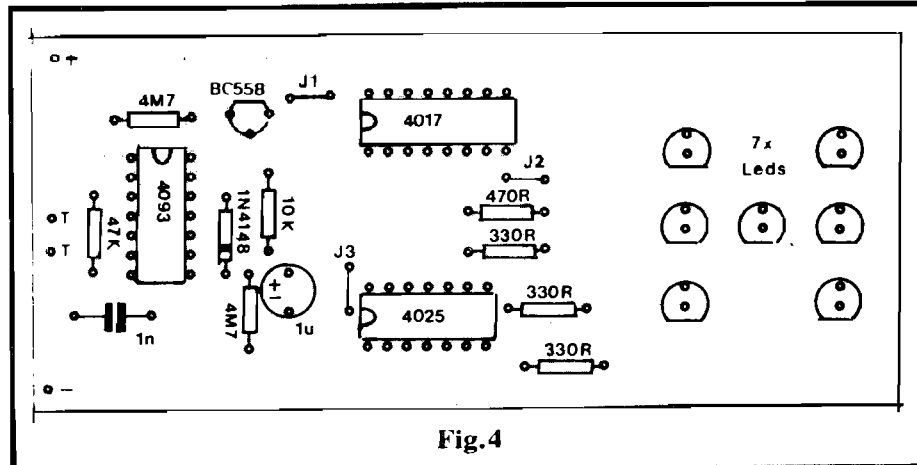

Fig.4
- FIG. 4 - "CHAPEADO" DA MONTAGEM - Agora a placa é vista pelo lado não cobreado, enfatizando-se posições, valores, códigos, polaridades e outras identificações de **todos** os componentes... Muitos deles têm posição única e certa para inserção à placa: os Integrados (notar a posição das suas extremidades marcadas...), o transistor (referenciar o posicionamento pelo lado "chato" da peça...), o diodo (observar a extremidade marcada com um anel ou faixa...), os LEDs (rever fig. 3 e observar o posicionamento do chanfro de **catodo**...) e o capacitor eletrolítico (atenção à polaridade, indicada no "chapeado" e também marcada pelo fabricante no próprio "corpo" do componente...). Cuidado também para não inverter posições/valores dos resistores... Finalmente, um ponto importante: existem três **jumpers** (simples pedaços de fio, interligando duas ilhas/furos específicos...), codificados como J1-J2-J3, e que **não podem** ser "esquecidos" (caso contrário o DAU **não funcionará**...). Depois de todas as soldagens efetuadas (e **só então**...), as "pernas" dos componentes poderão ter suas eventuais "sobras" cortadas, pelo lado cobreado... Antes disso, porém, é bom re-conferir tudo, já que correções são mais fáceis enquanto os terminais estão inteiros... Insistimos em que mais vale perder-se alguns minutos numa verificação prévia cuidadosa, do que um "tempão", depois, na